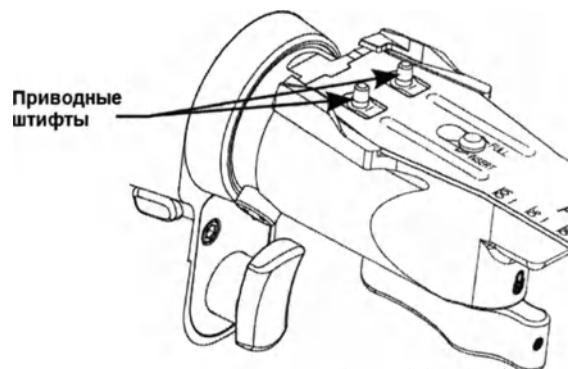

Рис. 5 – Удалите все препятствия для приводных штифтов
1. Убедитесь, что ничто не препятствует движению приводных штифтов во время работы (см. рис. 5).